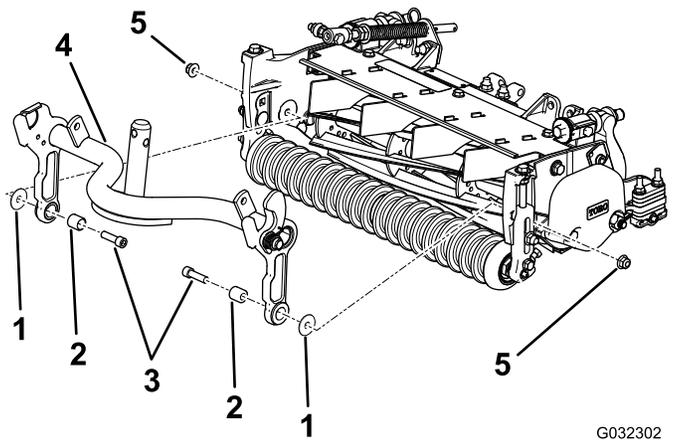

图 5
- 在相同位置安装螺栓3/8 x 1-1/4 英寸、新隔片以及先前卸下的垫圈并用套件中提供的螺母进行固定 图 5。